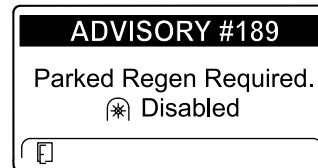

Figure 56
- Si vous n'exécutez pas de régénération en stationnement dans un délai de 2 heures, l'InfoCenter affiche ADVISORY #189 (avis n° 189) s'affiche pour demander une régénération en stationnement – prise de force désactivée (Figure 56).